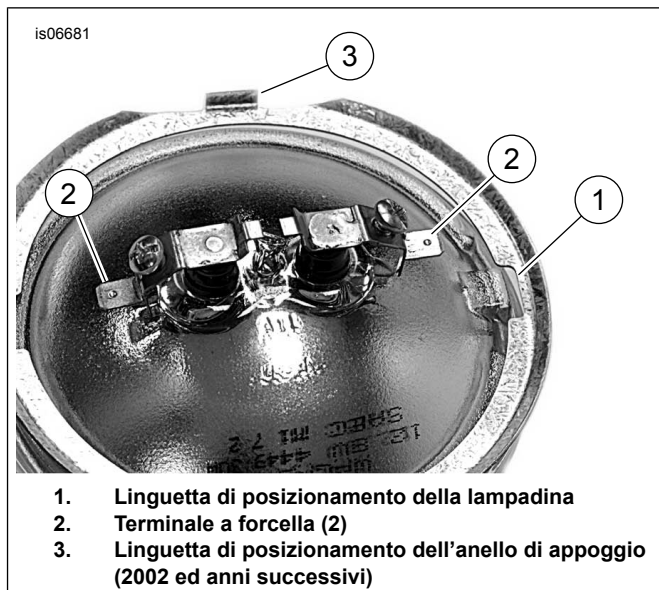

Figura 3. Terminali della lampadina della luce ausiliaria
8. Vedere Figura 3. Posizionare l'anello di appoggio interno sulla lampadina. Collegare il filo nero al terminale a forcella della lampadina in corrispondenza alla linguetta indice (1) sulla lampadina. Inserire il filo grigio nel terminale a forcella rimanente.